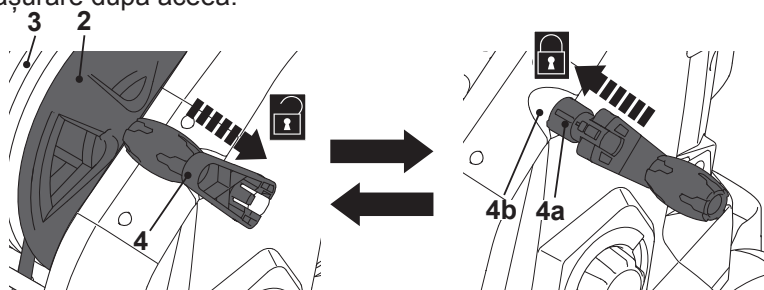

Fig. 15
1. Scoateți mânerul de înfășurare (4) din carcasă și desfaceți-l pentru a debloca tamburul furtunului (2) și el însuși (Fig. 15).
2. Scoateți furtunul de presiune (3) de pe tamburul furtunului (2) pentru utilizare.
3. Rotiți mânerul de înfășurare (4) în sensul acelor de ceasornic pentru a înfășura complet furtunul de presiune (3) pentru depozitare. Eliberați presiunea din furtun înainte de înfășurarea completă a furtunului: opriți produsul folosind discul de control și apăsați declanșatorul pistolului până când este eliberată presiunea.